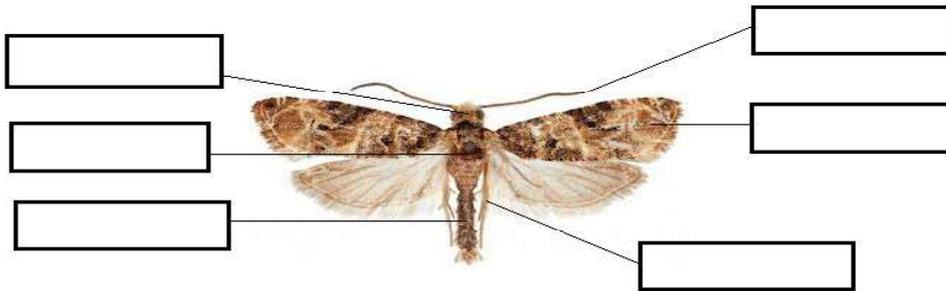

Figura 5: Polilla de la Vid.⁸
34. Las tres especies mencionadas anteriormente pertenecen al grupo de los insectos. En la figura 5 escriban las partes del cuerpo, en los espacios provistos, de la polilla de la vid.